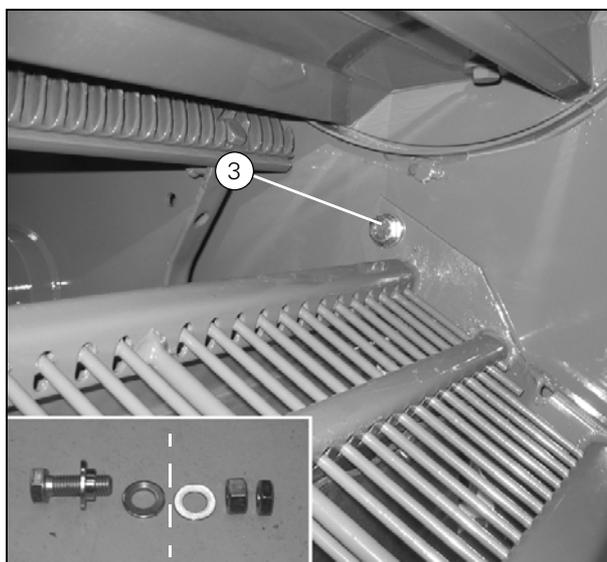

Рисунок 60
- Порядок установки различных деталей показан на (Рис. 60).